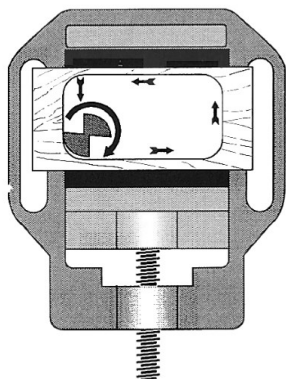

Fig. 17
1. Vorschub beim Rechteck ausfräsen (Fig. 17).
1. Feed when milling a rectangular shape (Fig. 17).
1. Avance pour le fraisage d'un rectangle (fig. 17).
1. Avanzamento nella fresatura di un rettangolo (fig. 17).